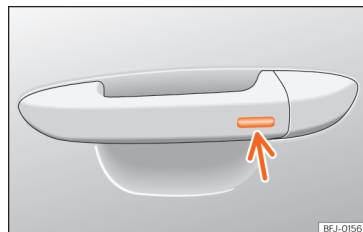

Abb. 103 Türgriff: Sensorfläche.
- Halten Sie einige Sekunden lang einen Finger über die Verriegelungssensorfläche »» Abb. 103 (Pfeil) am Türgriff, damit das Dach geschlossen wird. Wenn Sie die Sensorfläche nicht mehr berühren, wird die Schließfunktion unterbrochen.